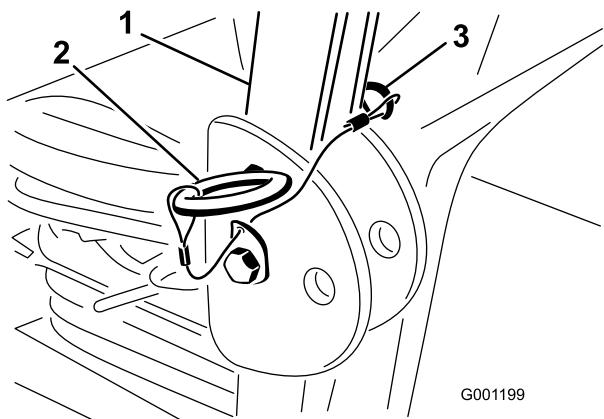

Рисунок 16
- Установите защитную дугу в поднятое положение, а затем удалите игольчатые шплинты и два штифта (Рисунок 16).